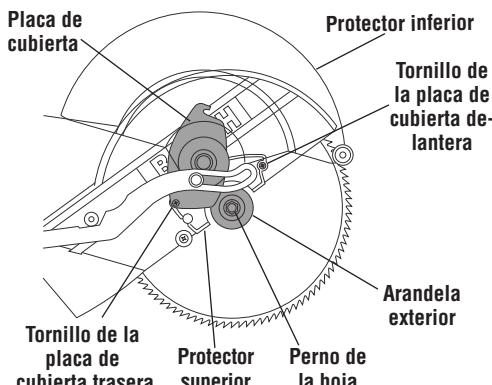

Figura 1. Remoción de la hoja
2. Afloje pero no quite los dos tornillos de la placa de cubierta (delantero y trasero) (Figura 1).
3. Suba el protector inferior y la placa de cubierta de manera que el perno de la hoja quede al descubierto (Figura 1).
- Utilice la cabeza (quite la regla) de una escuadra de combinación para comprobar la hoja en el tope de 45°. Coloque la cabeza de la escuadra de combinación sobre la mesa y presione su superficie de 45° contra la hoja. Si la hoja no hace contacto con toda la longitud de la escuadra (Figura 1), siga el procedimiento de calibración.